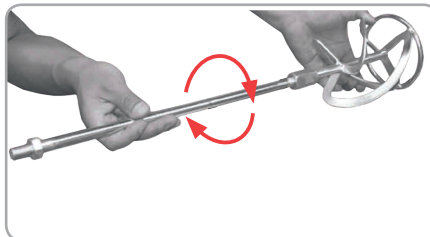

Fig.6
- Cuplați cele două părți ale paletei de amestecare, paleta de amestecare și tija de prelungire. Înfiletați ușor cu mâna cele două piese în sens orar acelor de ceasornic (fig.6).